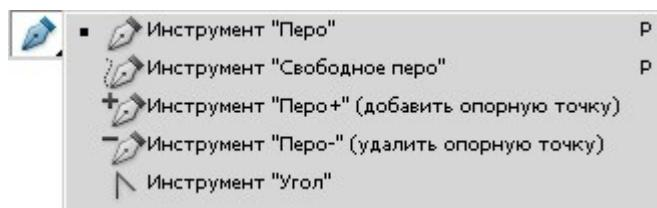

Рисунок 31. Инструменты из группы Перо.
- инструменты выделения контуров, например, **Pen (Перо)**. Пером можно создать замкнутый контур, который затем легко превращается в выделение (рис. 31).